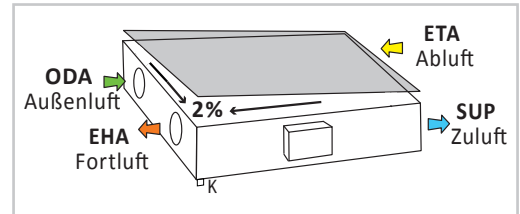

Abbildung 25: Neigung für Kondensatablauf
- **Überprüfen Sie die nötige Neigung der Kondensat-Ableitung von mindestens 2% zur Fortluftseite hin**, und stellen Sie diese gegebenenfalls über die äußeren Aufhängungen rechts und damit Neigung in zwei Richtungen zur Ecke „EHA“. Sind Außen- und Fortluftstutzen links, wie in Abbildung 25 dargestellt, muss die Neigung in zwei Richtungen nach links zur Ecke „EHA“ gerichtet sein.